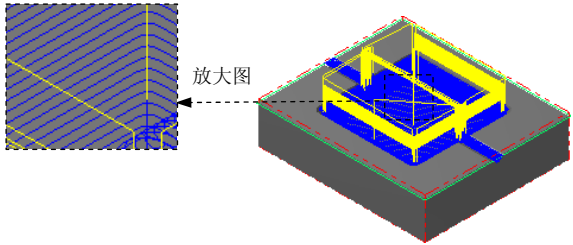

图 11.21 刀具路径
Step9. 单击“曲面残料粗加工”对话框中的 按钮，同时在图形区生成图 11.21 所示的刀具路径。